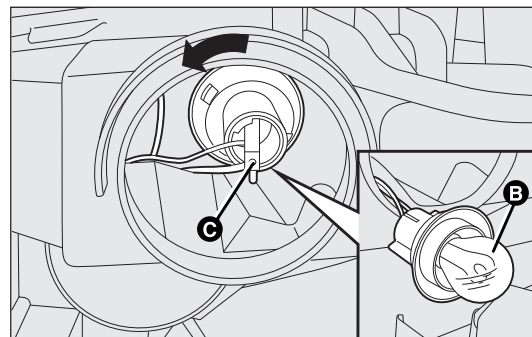

рис. 153
- поверните против часовой стрелки ламповый патрон С - рис. 153 и вытащите его;
- выньте лампу В - рис. 153, слегка нажав на нее и вращая против часовой стрелки;